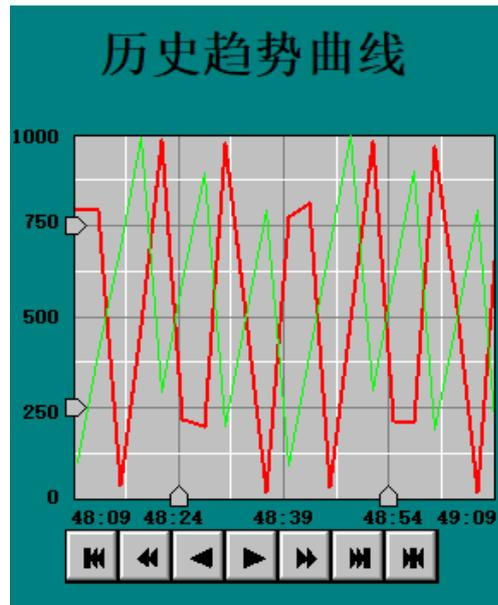

图 5.2-14 运行效果：历史曲线构件
- ⑦ 运行工程，历史曲线构件自动以高级属性中设置的周期“3 秒”，刷新曲线，效果如图 5.2-14。